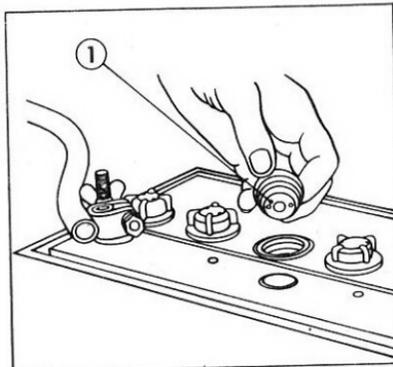

Fig. 18
1. Enlever les bouchons de remplissage de la batterie (Fig. 18) et s'assurer que le niveau de l'électrolyte est 6 — 9 mm au dessus des séparateurs.